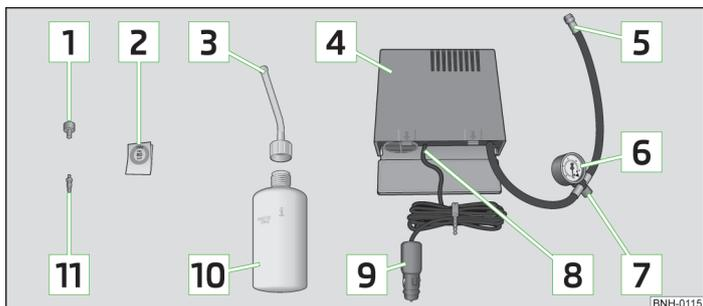

Fig. 116 Composants du kit de dépannage
Le visseur/dévisseur d'embout de valve » fig. 116 possède une fente à son extrémité inférieure adaptée à l'embout de valve. C'est la seule possibilité de dévisser et revisser l'embout de la valve du pneu. Ceci s'applique également à l'embout de valve de rechange .
- Collez l'autocollant » fig. 116 » page 154 sur le tableau de bord dans le champ de vision du conducteur.
- Secouez énergiquement le flacon de produit de colmatage des pneus » fig. 116 » page 154 pendant quelques secondes.
- Vissez fermement le flexible de gonflage des pneus **5** » fig. 116 » page 154 du gonfleur sur la valve du pneu.